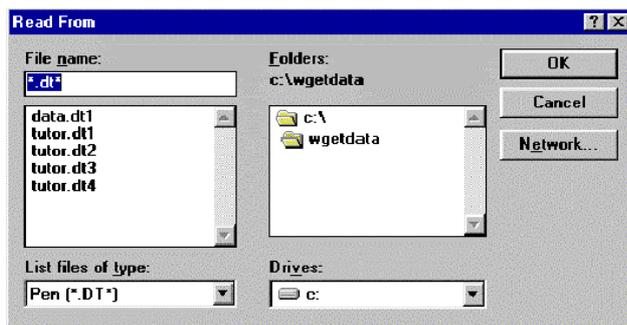

Bild 4 Dialogfenster "Read from"
A. Exportieren - Dieser Menüpunkt erzeugt eine Datei, die von anderen Programmen wie z. B. Tabellenkalkulationen gelesen werden kann. Beim Aufruf der Funktion "Export" öffnet sich das in Bild 4 gezeigte Dialogfenster, das mehrere Auswahlmöglichkeiten anbietet: